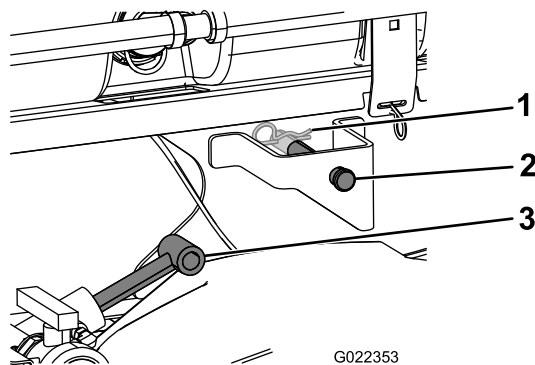

Figura 9
3. Estenda os cilindros de elevação para os suportes no patim do depósito e alinhe as uniões do cilindro com os furos nos suportes do patim do depósito (Figura 9).